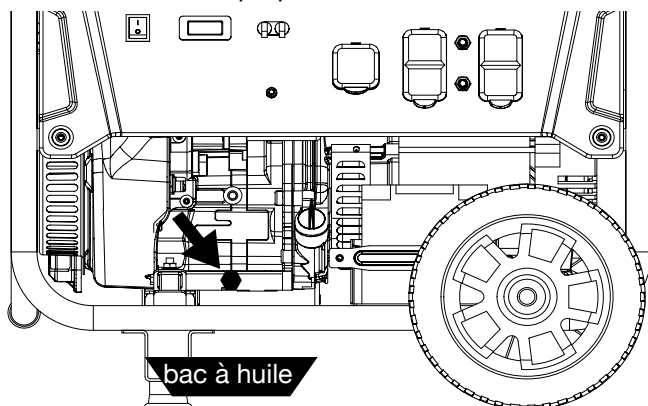

Figure 20 - Bouchon de vidange d'huile
3. Placez un bac à huile (ou autre récipient approprié) sous le bouchon de vidange d'huile (voir Figure 20).
5. Retirer le bouchon de vidange d'huile (voir Figure 20). Une fois retiré, placez le bouchon de vidange d'huile sur une surface propre.